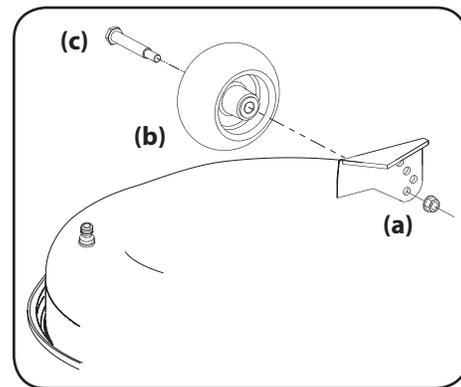

Figura 2-7
- a. Retire la tuerca de seguridad (a) que fija uno de los tornillos con reborde (c) de las ruedas de calibración delanteras (b) a la plataforma. Retire la rueda de calibración (b) y el tornillo con reborde (c). Consulte Figura 2-7.